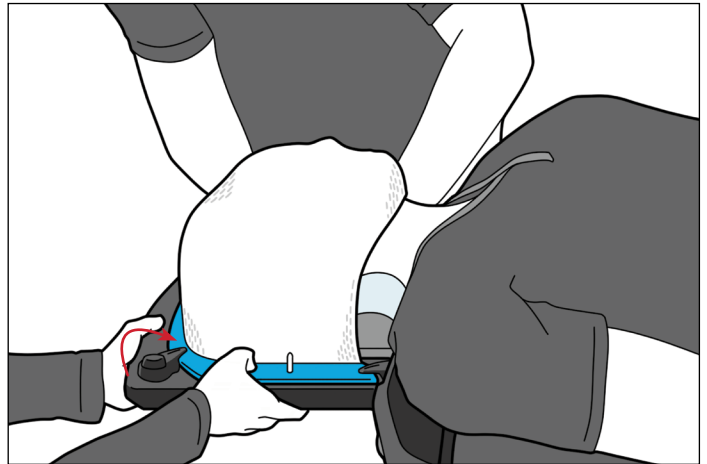

Fig. 3
3. Premere con decisione la maschera contro il dispositivo AccuFix ruotando ciascun blocco della maschera fino a quando l'estremità appuntita non è rivolta verso il centro del dispositivo AccuFix, fissando la maschera (Fig. 3).